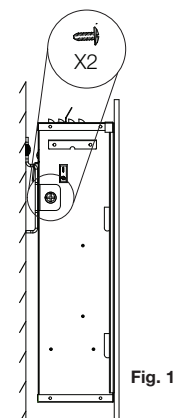

Fig. 1
- Retirez le support de montage mural de l'appareil en dévissant les 2 vis servant à fixer le support de montage mural à l'appareil. **(Fig. 1)**.